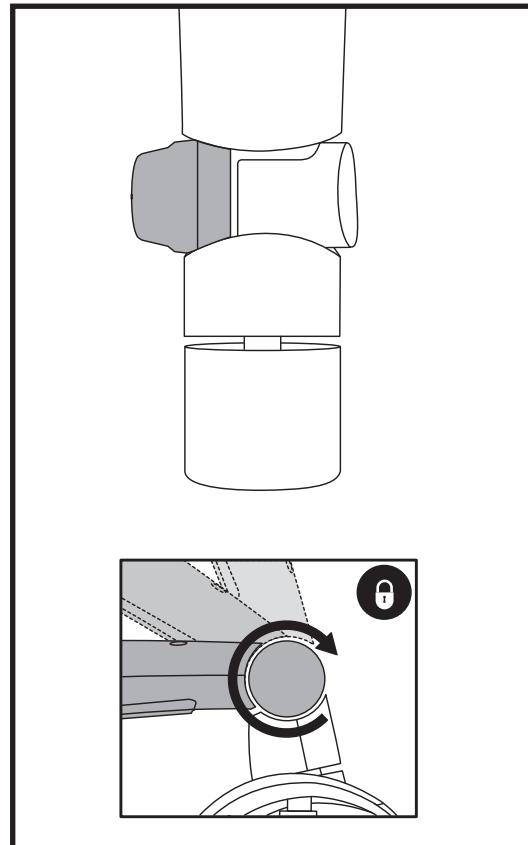

Figure 14. Réglage du guidon
REGLAGE DE L'INCLINAISON DU GUIDON (voir la figure 14)
2. Avec le siège et la batterie retirés (voir les procédures de démontage sur la page précédente), abaissez le guidon et serrez le bouton de réglage. **Voir la figure 14 ou 20.**